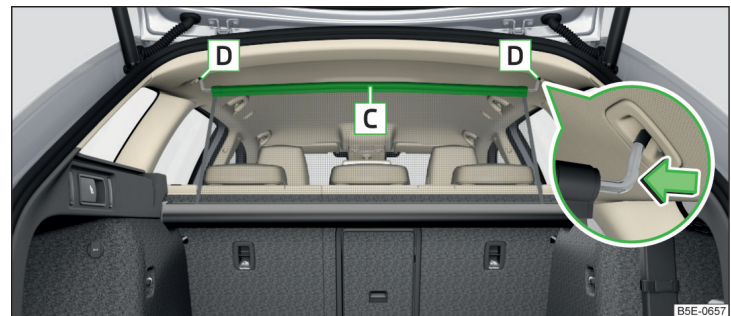

Abb. 122 Korrekt gesicherte Netztrennwand hinter den Rücksitzen im herausgezogenen Zustand
- Die Netztrennwand an der oberen Querstange **C** herausziehen und in eine der Aufnahmen **D** einhaken » **Abb. 122**.
- Auf die Querstange drücken und aus den Aufnahmen **D** » Abb. 122 erst auf der einen, dann auf der anderen Seite herausnehmen.